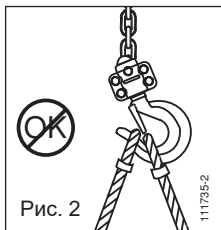

Рис. 2
1. Убедитесь, что таль Tralift или Tralift Duratech правильно подвешена на крюк подвески (поз. 5, рис. 1 и 1а) и что предохранитель (поз. 6, рис. 1 и 1а) надежно закрыт. (См. рис. 2 и 3).
закрытию предохранителя. (См. рис. 2 и 3).